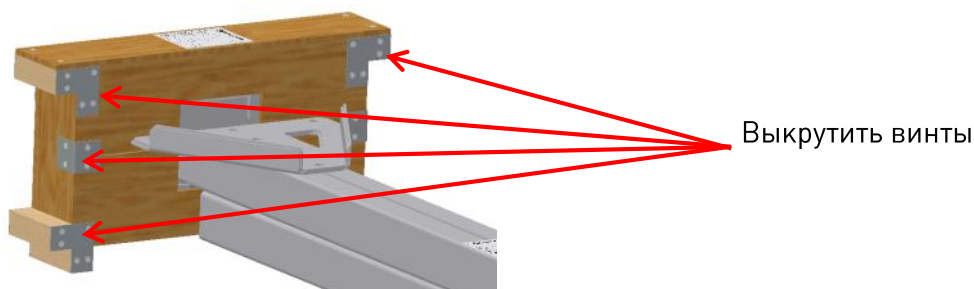

Рис.5.10. Распаковка рамы для установки реклоузера на четыре точки опоры
2. Демонтировать верхний короб, предварительно выкрутив винты, вкрученные по его периметру, см. **рис.5.10**.